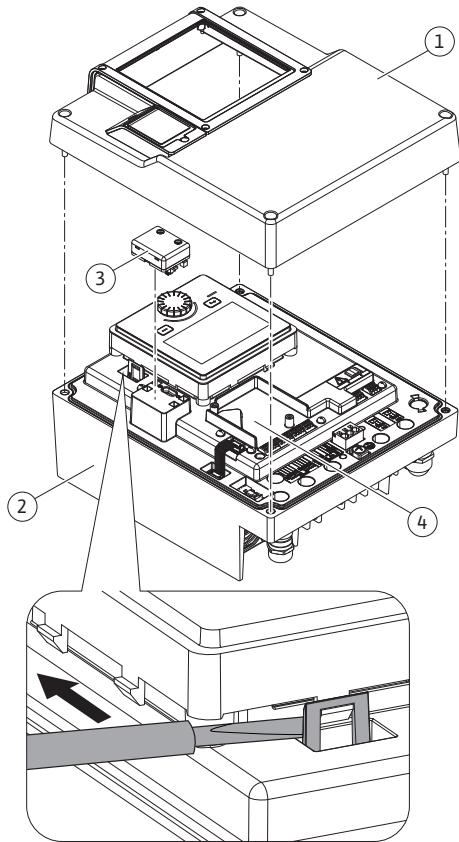
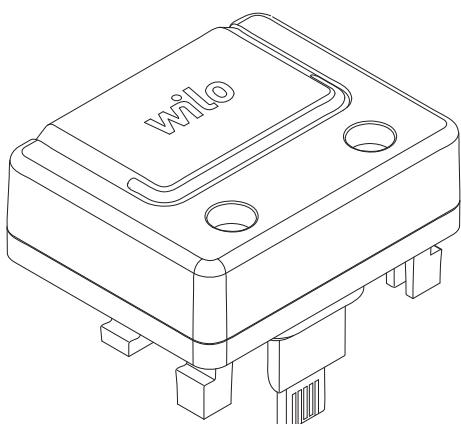

Fig. 25: Elektronikas modulis
Fig. 26: Wilo-Smart Connect modulis BT
1. Piesardzīgi atveriet fiksācijas āķus (Fig. 25) ar instrumentu (piem., skrūvgriezi).
Wilo-Smart Connect moduļa Bluetooth saskarne (Fig. 25, Pos. 3 un Fig. 26) paredzēta savienojuma izveidei ar mobilajām ierīcēm, piemēram, viedtālruni vai planšeti. Lietotnē Wilo-Assistant ir pieejama funkcija Wilo-Smart Connect. Izmantojot funkciju Wilo-Smart Connect, sūkni var vadīt, iestatīt, kā arī nolasīt tā datus. Iestatījumus skatīt nodalā „Ekspluatācijas uzsākšana“ [► 47].
1. Atskrūvējiet četras elektronikas moduļa augšējās daļas skrūves (Fig. 25, 1. poz.; Fig. I, 2. poz.).
3. Iespraudiet Wilo-Smart Connect moduli BT tam paredzētajā saskarnē Wilo-Connectivity Interface. Skat. Fig. 25, 3. poz.
CIF moduļi (piederumi) kalpo komunikācijai starp sūkņiem un ēku vadības tehniku. CIF moduļi tiek uzspausi uz elektronikas moduļa (Fig. 25, 4. poz.)